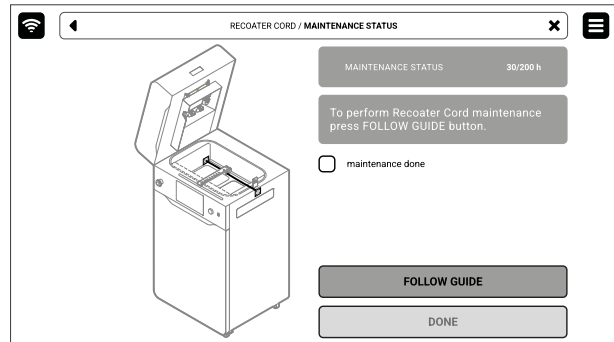

Abb. 12.10 Der Bildschirm für die Wartung der Recoater-Kordel.
3. In diesem Fall markierst Du **MAINTENANCE DONE**, sobald Du den Vorgang abgeschlossen hast, und drückst dann die Taste **DONE**. Der Timer wird auf Null zurückgesetzt (Abb. 12.10).